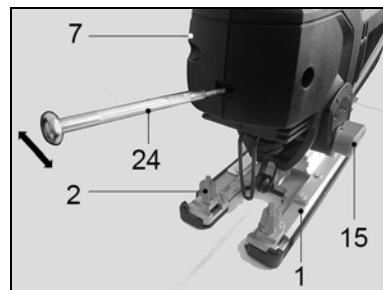

Рис. 12.
7.8. Переключение режимов подсветки рабочей зоны и регулировка положения линии распила для модели ЛЭ-800/100Э (Рис. 12)